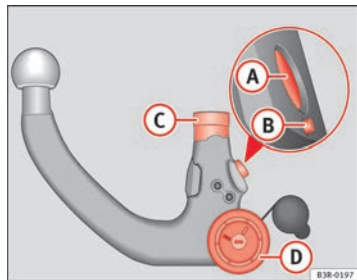

Fig. 164 Dispositivo di traino asportabile Gancio a testa sferica
- Controllare quindi che i perni di bloccaggio (A) e sbloccaggio (B), il cono introduttore (C) e la rotella (D) ⇒ fig. 164 non siano sporchi o danneggiati.